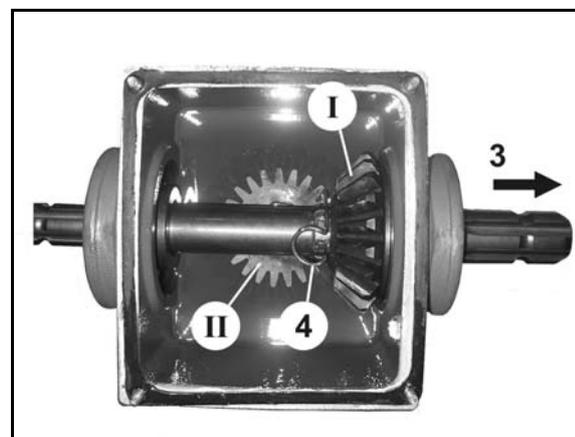

Fig. 55
6. Retirez la goupille axiale (Fig. 55/4) de l'arbre primaire.
8. Sortez l'arbre primaire de la boîte dans le sens de la flèche (Fig. 55/3).